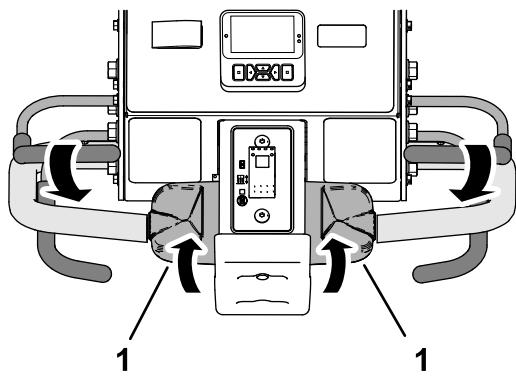

Bild 90
3. Halten Sie den Schaltbügel am Lenker und drehen Sie den oberen Teil des Fahrantriebshebel langsam nach hinten (Bild 90).